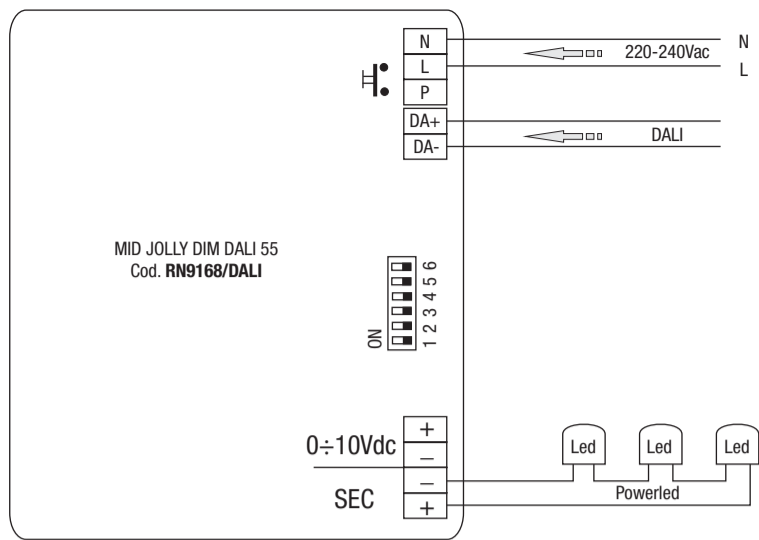

Fig. 2 - Regolazione a pulsante - Push button control
2) Funktion PUSH (P) - Abb. 2 - durch kurzem und leichtem Drücken auf die Taste NA erfolgt die Ein- und Ausschaltung, während bei längerem Drücken die Einstellung erfolgt (Beis. A).
2) Función PUSH (P) - Fig. 2 - mediante pulsador NA con una leve presión se consigue el encendido y apagado, con una presión más prolongada se regula (Ej. A).
2) Função PUSH (P) - Fig. 2 - através do botão NA, com uma pressão breve é possível acender ou apagar, com uma pressão prolongada é possível obter a regulação (Es. A).
2) Funktion PUSH (P) - Fig. 2 - ved hjælp af knappen NA tændes og slukkes med et kort tryk, med et forlænget tryk opnås en justering (Es. A).